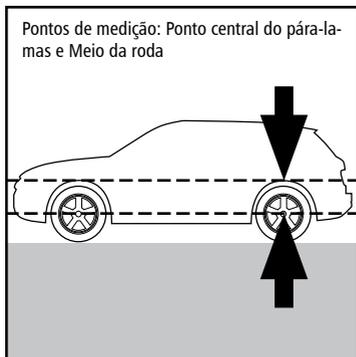

Figura 1, Veículo em condição de repouso
2. Meça em condição de repouso a distância entre o meio da roda marcado e o ponto central do pára-lamas (figura 1) e anote o valor (você encontra espaço para anotações na página 23).